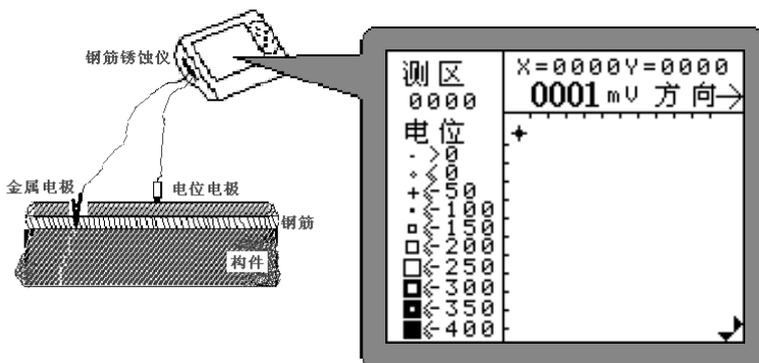

图 2-3 钢筋锈蚀仪测量方式示意图
- 凿开一处混凝土露出钢筋，并除去钢筋锈蚀层，把黑色信号线一端连夹钢筋的金属电极，另一端接锈蚀仪“黑色”插座，红色信号线一端连电位电极，另一端接锈蚀仪“红色”插座(如图 2-3)。
设置完“测区号”，“测点间距”，“测试类型”，“环境温度”参数后，按图 2-3 检查电极连接是否正确，按**确定**键进入测试界面如图 3-4 横向为 X 方向，纵向为 Y 方向，图中光标“+”为当前测点位置。当把电位电极放在测区测点上，测量电位值以大粗题字显示，电位值稳定后按**确定**键，即完成该点测试；在测量过程中，按**←**、**→**、**↑**、**↓**键改变测试方向，**→**为 X 增大方向，**←**为 X 减小方向，**↓**为 Y 方向增大方向，**↑**为 Y 方向减小方向，测区所有测点完成后，数据已自动储存；如继续测量下一测区，按**退出**键进入图 3-3，重新输入新的测区参数；否则关机。